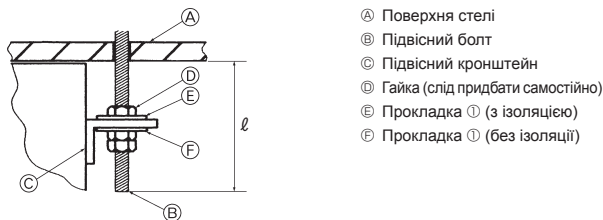

Fig. 3-5
4) Підготовка внутрішнього блока (Fig. 3-5)